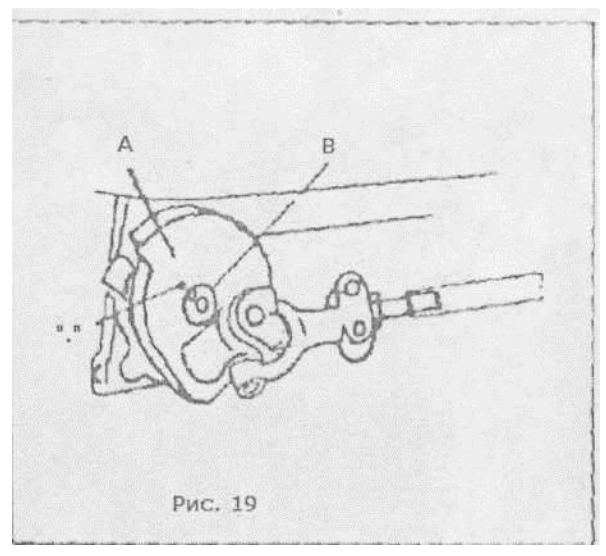

Рис. 19
Основное положение крючка для нити определяется положением колена "А" крючка для нити и основной оси "В". Когда отметка «.» на колене совпадёт с центром V-образного желобка на главном вале (см. рис. 19), зафиксируйте колено и крючок для нити вместе.
3. Настройка соответствия положения отметки «.» на колесе крючка для нити с V-образным желобком на главном валу (Рис. 19) может сдвинуть со своего места зубчатый крючок для нити. Поэтому после описанной процедуры следует обязательно отрегулировать зубчатый крючок.
1. Убедитесь, что колесо крючка для нити своей отметкой «.» совпадает с V-образным желобком главного вала (Рис. 19).